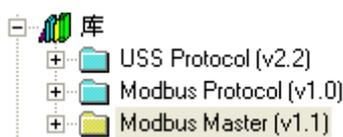

图 1-10 添加好的库
(5) 单击“确认”按钮，确认添加刚才的选择库文件。添加完成后效果如图 1-10 所示。